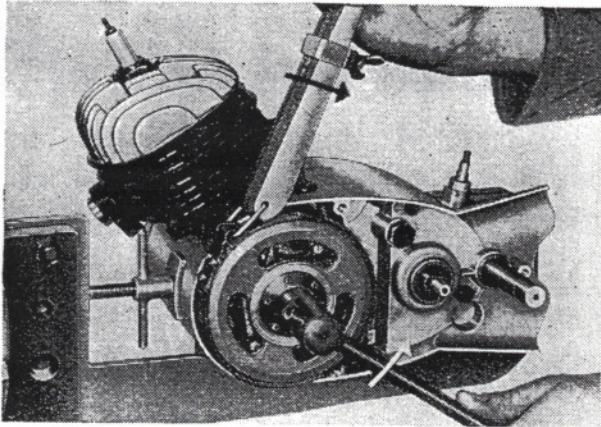

Abb. 21 Befestigungsmutter der Schwungscheibe abschrauben
2. Schwungscheibe mit Gegenhalter, Teile-Nr. 0101-71300-00.3, festhalten und Sechskantmutter M 10×1 mit Steckschlüssel (SW 15) abschrauben (siehe Abb. 21).